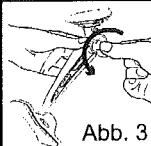
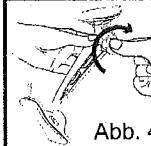

Abb. 3
Abb. 4
- Drücken Sie den Saugteller (A) gegen die Windschutzscheibe und klappen Sie den Hebel (B) in Richtung des Saugtellers in die verriegelte Position.
- Stellen Sie den Winkel des Schwenkarms durch Drehen des Drehknopfs (F) ein. Drehen Sie ihn gegen den Uhrzeigersinn zum Lösen (Abb.3) und im Uhrzeigersinn zum Festziehen (Abb. 4).